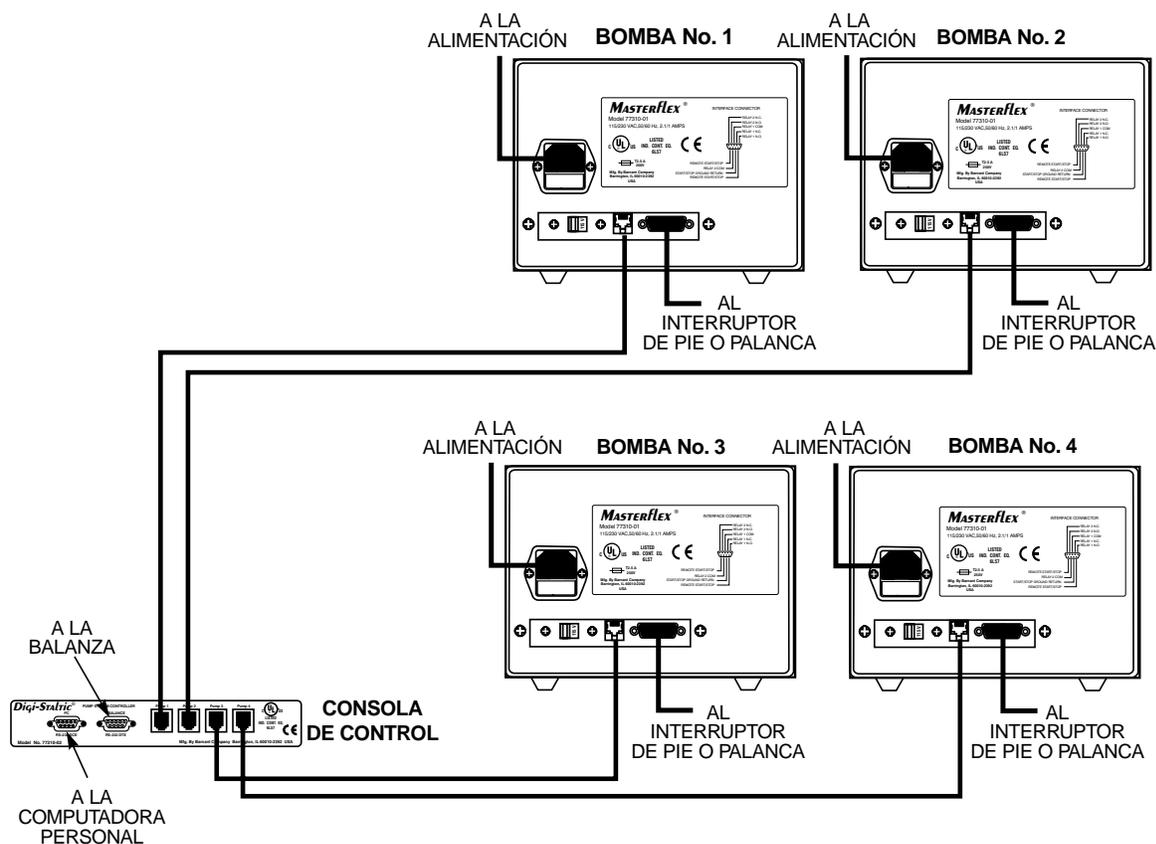

Figura 4. Componentes de interconexión
Consulte la Figura 4, y conecte los componentes del sistema distribuidor. Asegúrese de que los enchufes encajen firmemente en los conectores de la parte trasera de la consola de control y de la parte trasera de cada mando de bomba.
Asegúrese de que la toma de CA esté conectada a tierra y cumpla con todos los códigos locales y nacionales. Se recomienda hacer uso de una CA con interruptor accionado por pérdidas a tierra debido a la manipulación de líquidos. Use el cordón de alimentación suministrado por cada bomba del sistema. Consulte la Figura 4, y conecte el enchufe hembra al conector de la parte de atrás del mando de la bomba. Enchufe el conector macho a una toma de CA bien conectada a tierra.
3. Consulte la Figura 4, y conecte la balanza al conector marcado BALANCE en la parte de atrás de la consola de control.
2. Vea la Figura 4, y conecte el conector DB-9 del interruptor de pie o palanca distribuidora al conector de nueve clavijas de la parte de atrás del mando de la bomba.